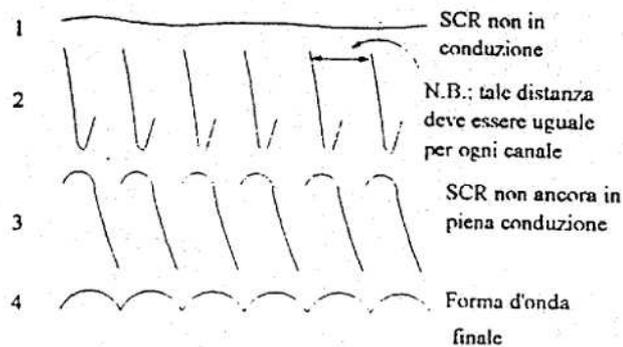

fig.2
- ⑦ - Dare il comando di alta tensione e successivamente quello di lavoro.
- Controllare che le forme d'onda siano perfettamente identiche durante le fasi di passaggio dal valore minimo a quello massimo come in (fig.2):